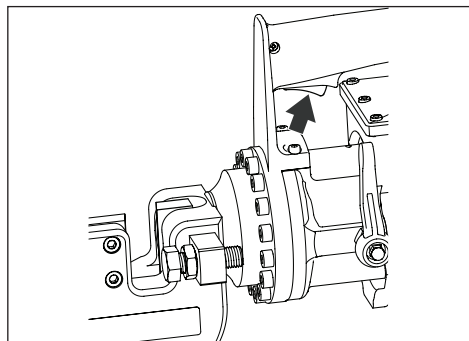
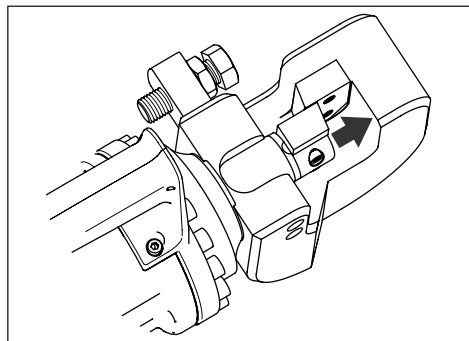

図2: トリガーのオン-オフスイッチ
図3: ピストンおよびブレードが完全に前進している
- トリガーを押し続けると、ピストンが前進し、可動ブレードが前方へスライドします。図2および図3を参照してください。